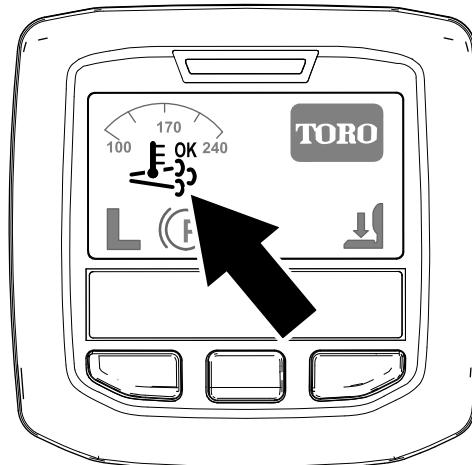

Figura 27
- Aparece el icono de regeneración de asistencia/restablecimiento en el InfoCenter (Figura 27).